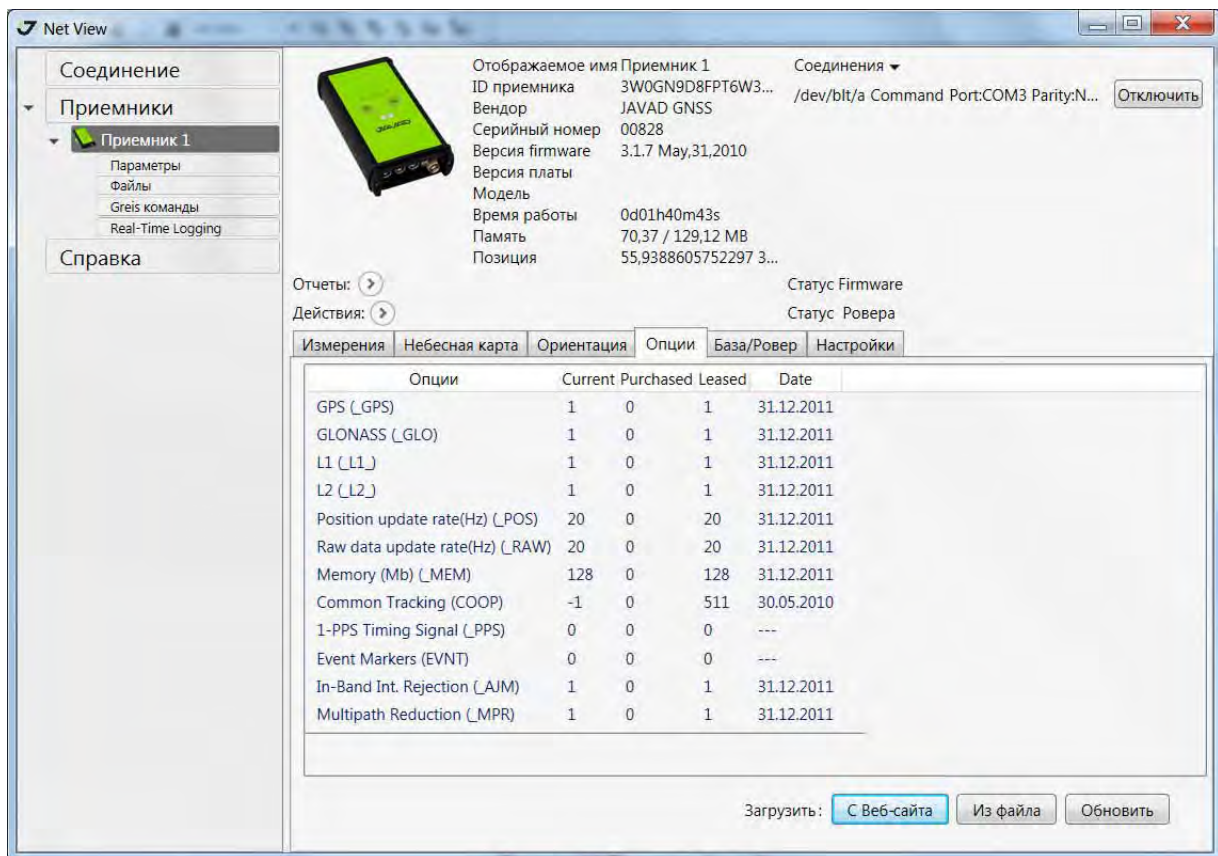

Рисунок 37. Закладка Опции
3. С помощью окна *Опции* можно узнать, какие опции активированы, а какие отключены для данного приемника; произвести модернизацию опций приемника, загрузив новый файл OAF (файл с расширением .jro) (Рис. 37 на стр. 53).
4. Чтобы загрузить новые опции, нажмите на кнопку загрузить *Из файла*, выберите файл опций. *Обновить* – обновить окно (Рис. 37).